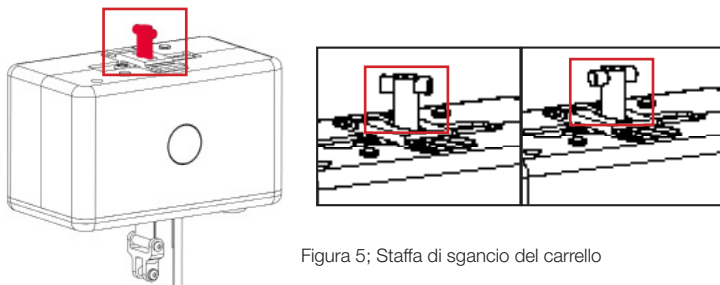

Figura 5; Staffa di sgancio del carrello
Se la posizione desiderata per il sollevatore non è parallela alla guida, la staffa di sgancio del carrello, indicata in rosso in Figura 5, può essere regolata di 45° per volta.
- 5) Fissare i contatti con le viti in dotazione, vedere Figura 5 (B).